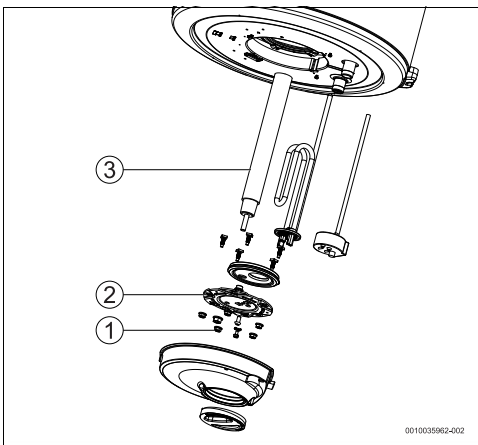

Рис. 12 Доступ во внутреннее пространство и обозначение деталей
- ▶ Отпустите гайки крепления фланца (рис. 12, [1]).
- ▶ Снимите фланец (рис. 12, [2]).